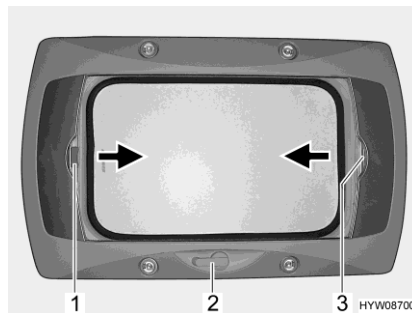

Fig. 48 Lanterneau à manivelle
- Tourner la manivelle (Fig. 48,2) jusqu'à ressentir une résistance.
- Tirer la poignée du dispositif occultant plissé (Fig. 48,3) dans le sens de la flèche et le relâcher lorsqu'il a atteint la position voulue. Le dispositif occultant plissé reste alors à cette position.
- Tirer sur la poignée (Fig. 48,1) de la moustiquaire dans le sens de la flèche jusqu'à toucher la poignée du dispositif occultant plissé (Fig. 48,3) située vis-à-vis et la faire s'enclencher.
- Appuyer sur la poignée de la moustiquaire (Fig. 48,1) vers l'arrière et le haut et décrocher la moustiquaire du dispositif occultant plissé (Fig. 48,3).